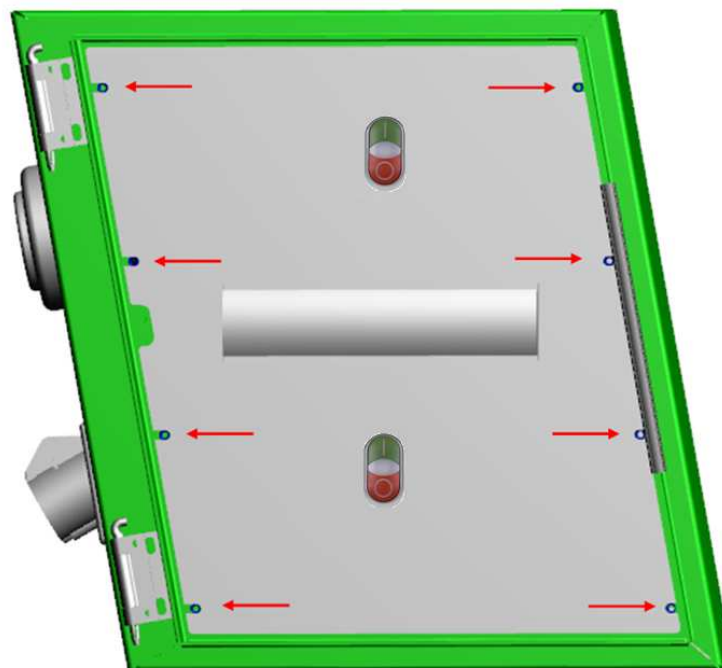

Abbildung 3: Position Schrauben für Demontage der Trennwand
- Die dahinterliegende Trennwand mit den Bedientaster ist mit acht Stück M5 Inbus Schrauben befestigt (siehe rote Pfeile in Abbildung 3). Diese Schrauben sind mit einem passenden Inbus Schlüssel abzunehmen.
- Nach der Herstellung des elektrischen Anschlusses und Einstellung der gewünschten Betriebsart kann nun die Trennwand wieder eingesetzt werden und mit den 8 Stk. Inbus Schrauben (siehe Abbildung 3) wieder angebracht werden. Dabei muss darauf geachtet werden, dass die zu den „Betätigungstastern“ führenden Steuerleitungen links oder rechts am Sichtfenster für die Sicherungen vorbei geführt werden.